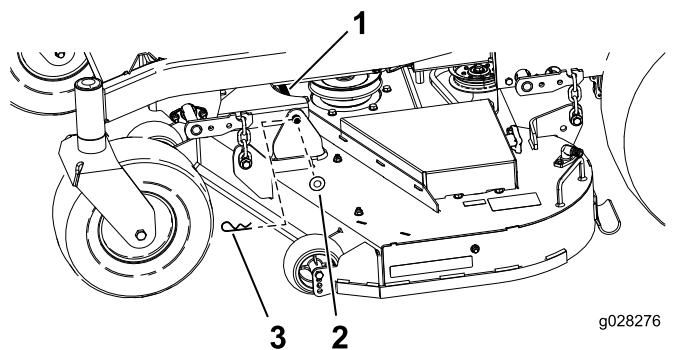

Figura 77
- Rimuovete la coppiglia e la rondella che fissano il perno d'attacco al telaio e al piatto e rimuovete la barra d'attacco (Figura 77).
9. Fissate il perno d'attacco con le coppiglie e le rondelle rimosse in precedenza (Figura 77).